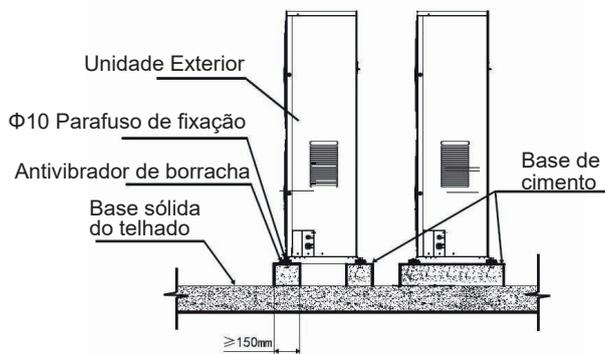

Fig.4-6
2. Base de cimento (Ver Fig.4-6 para a prática comum)